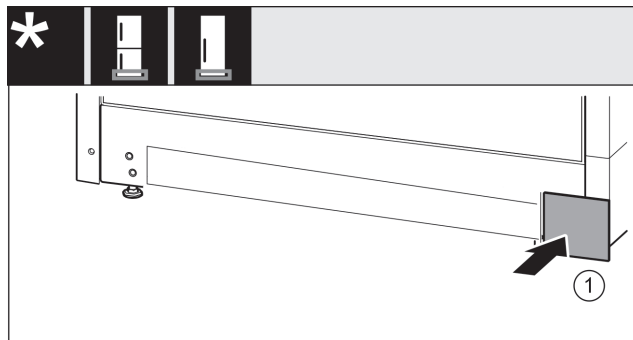

Fig. 37
- Poggiare nuovamente la copertura sull'altro lato. Fig. 37 (1)